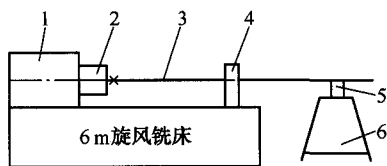

图 2
(1) 零件上旋风铣床之前，外圆圆度控制在0.015mm内，外圆平行度控制在0.02mm内，来保证定位精度及旋铣零件精度。
(2) 将机床溜板箱开至主轴箱端部，取掉机床尾座，将两个滚动支架等间距放在床身上，其上放置可调V形铁，利用行车将丝杠穿过机床主轴，用机床自定心卡盘夹紧，装上尾座，调整V形铁使丝杠与机床主轴同心在0.01mm内。用机床气动夹头夹紧丝杠，头架悬出部分用支架和滚轮辅助支撑。尾架顶紧，去掉滚动支架，松开气动夹头，即实现一夹一顶丝杠的装夹。
(3) 溜板箱开至尾部，床身中部放一滚动支架，起辅助支撑作用。对刀旋铣。
(4) 旋到头时，停车，退刀。机床开合螺母锁紧不能松开。在机床气动夹头上安装百分表，检测丝杠是否有窜动，打滑现象。
(5) 床身上装滚动支架及可调V形铁。去掉机床尾座，丝杠悬出部分用行车吊住，待机床打反车时点动行走。
(6) 打反车，利用机床上四个气动夹头夹紧丝杠，借助于滚动支架交替使用，将丝杠拖出床头箱至合适位置，停车。
(7) 头部三爪装上定位板，夹紧。尾部用闭式中心架辅助支撑定心。丝杠悬出部分用支架和滚轮辅助支撑，如图2所示。